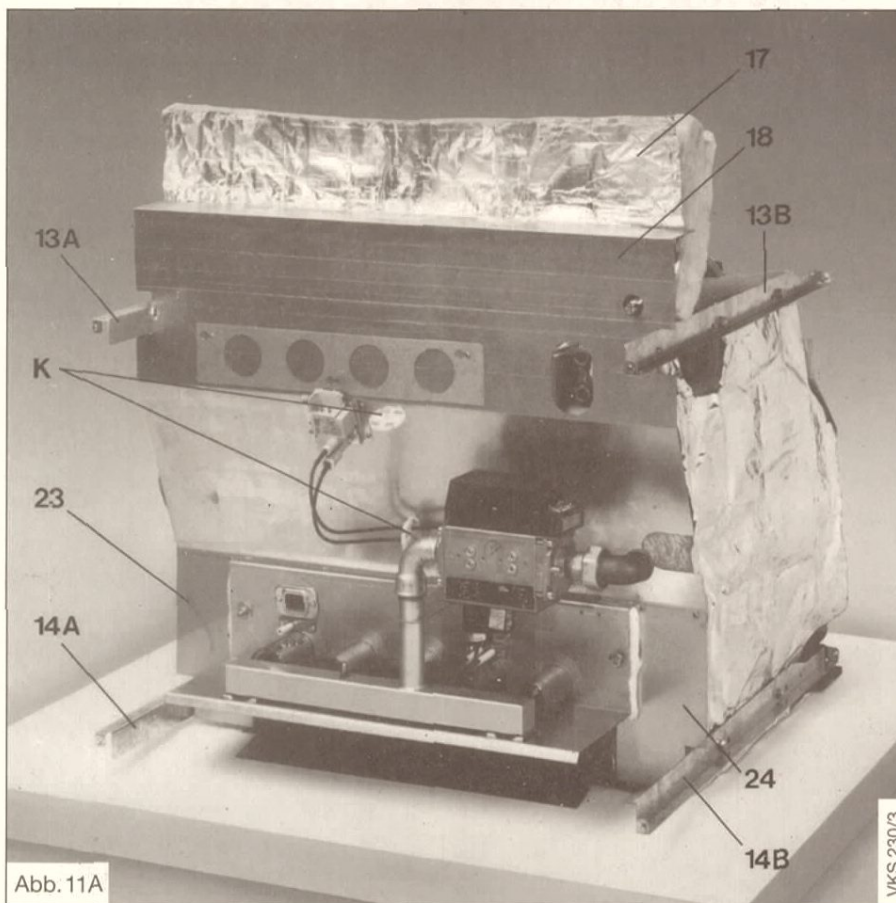

Abb. 11A
- Die vorderen Seitenabdeckbleche (23 u. 24) anbringen (siehe Abb. 11A).